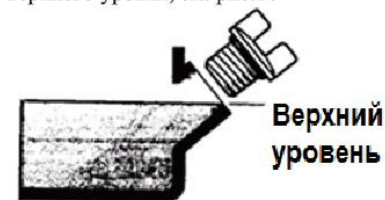

Рис.10 Замена масла
8.6.8. Залить масло до верхнего уровня, см. рис.10